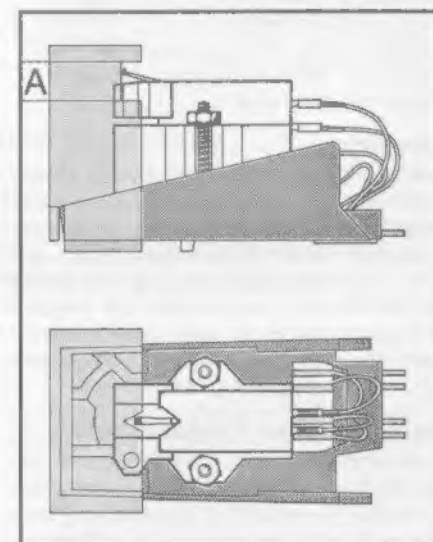

Fig. 18
3. Das Tonabnehmersystem ist richtig montiert, wenn die Aussparung der Montagelehre den Abtaststift des Tonabnehmersystems umschließt und in vertikaler Richtung die Abtastspitze sich innerhalb des Bereiches (A) befindet (Fig. 18).